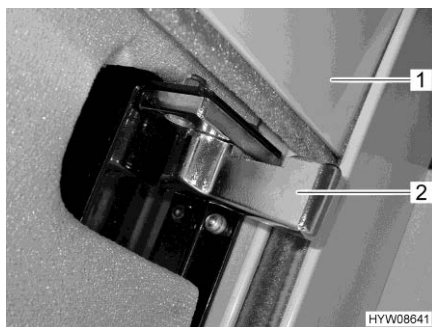
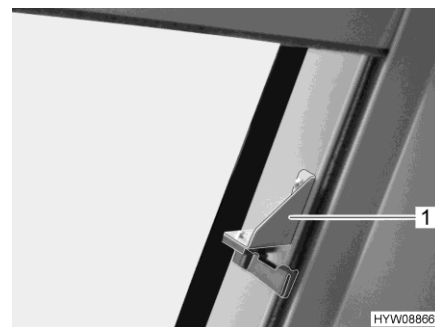

Fig. 57 Chiusura di sicurezza (oscurante a rullo)
Fig. 58 Chiusura di sicurezza aggiuntiva (oscurante a rullo)
- Sui entrambi i lati, ruotare spingendo in avanti le chiusure di sicurezza (Fig. 57,2 o Fig. 58,1).
- Premere e tenere premuto il pulsante basculante (Fig. 59,1 o Fig. 60,1), finché l'oscurante a rullo (Fig. 57,1) ha raggiunto la posizione desiderata.
- Sui entrambi i lati, ruotare spingendo indietro (Fig. 57 o Fig. 58) la chiusura di sicurezza.